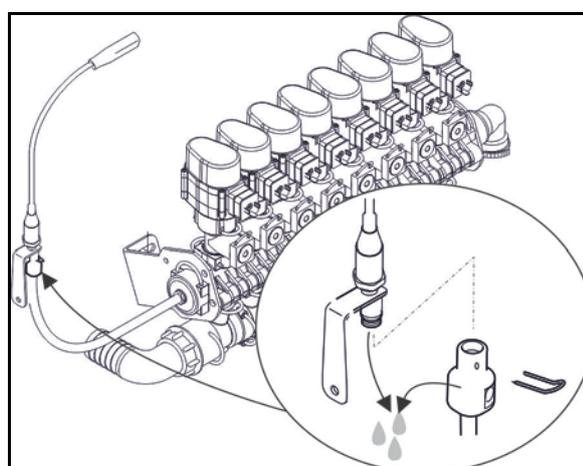

Fig. 161
21. **Varillaje Super-S:** Purgue el sensor de presión (Fig. 161/1) soltando la manguera del sensor de presión.